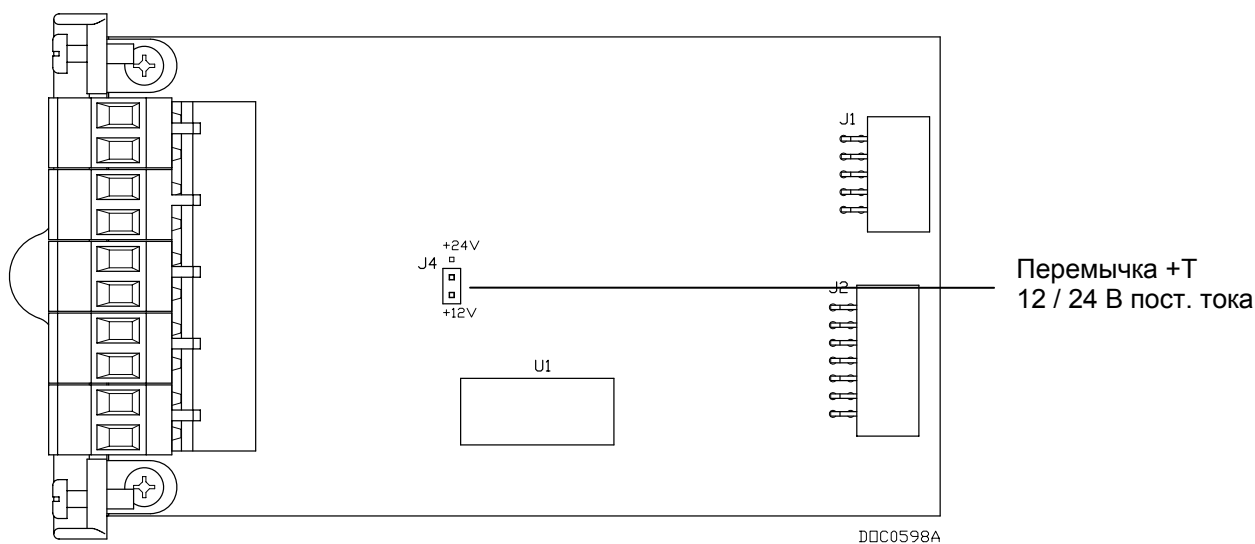
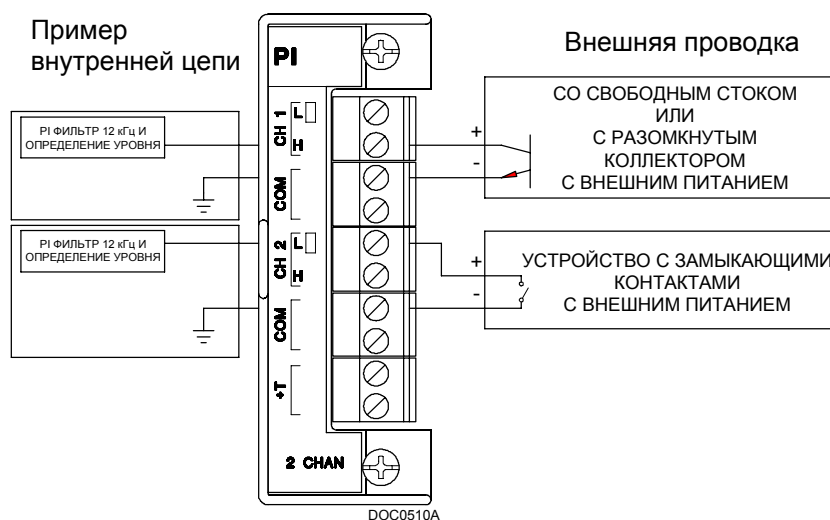

Рис. 4-10. Перемычка J4 модуля импульсного ввода (установлена на +12 В)
Рис. 4-11. Подключение внешних устройств модуля импульсного ввода с внешним питанием
Модуль импульсного ввода (PI) можно настроить на 12 или 24 В пост. тока, используя переключку J4 модуля (см. рис. 4-10). Модули импульсного ввода (PI) могут отдельно обеспечивать питанием +12 В или +24 В пост. тока внешние датчики. Например, один модуль может обеспечивать питание +12 В пост. тока, в то время как другой модуль того же контроллера DL8000 обеспечивает питание +24 В пост. тока. См. рис. 4-11 и 4-12.